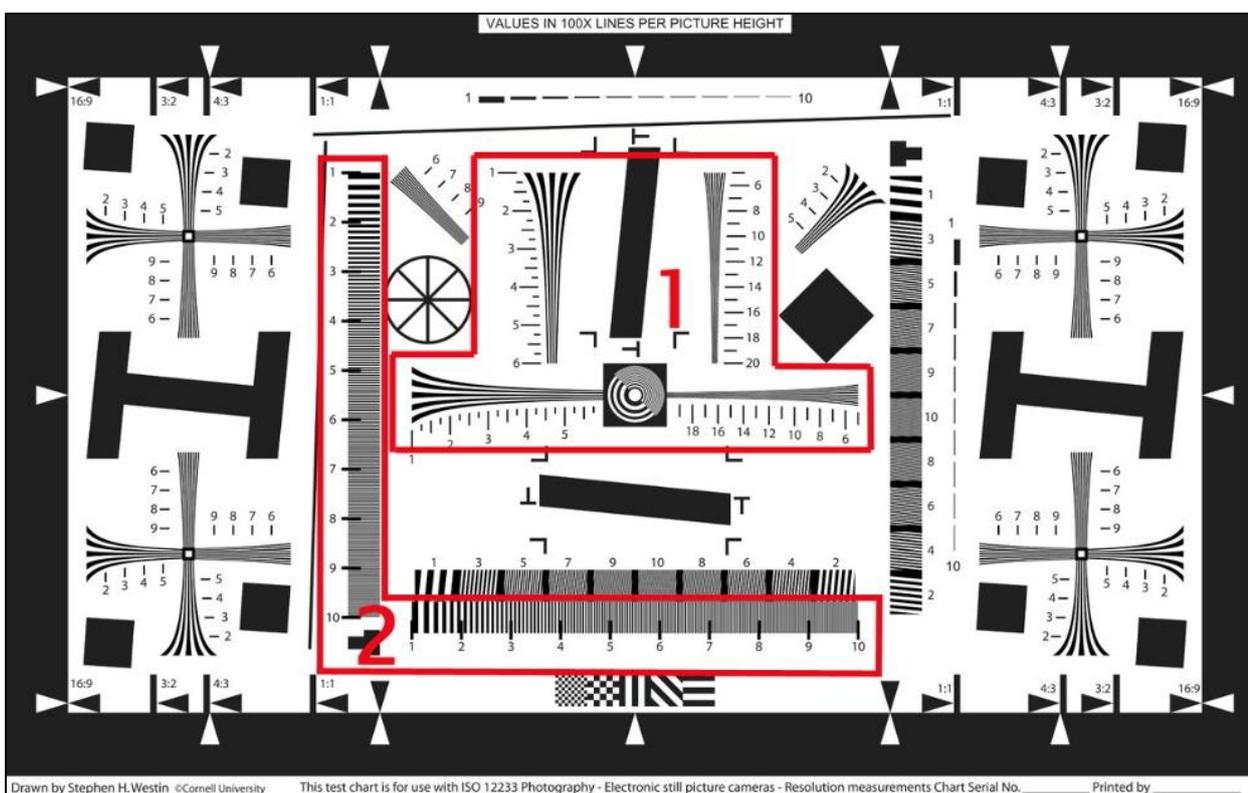

Abbildung 1 Testchart nach ISO 12233
- Die Auflösung für das Testbild nach ISO 12233 soll sowohl in horizontaler wie auch vertikaler Richtung als Ortsfrequenz  $R$  in Lp/mm bestimmt werden. Ermitteln Sie dazu in dem Bereich 1 (siehe Abbildung 1) die Grenze, ab der die einzelnen Linien in den „Trompeten“ nicht mehr unterschieden werden können. Geben Sie die Grenzen  $R_{hor\_grenz}$  und  $R_{vert\_grenz}$  an, und zwar den objektseitigen ( $R$ ) und bildseitigen ( $R'$ ) Wert!
- Messen Sie die Kurve für die horizontale Modulationsübertragung. Ermitteln Sie hierzu aus dem Bild der Strukturen im Bereich 2 (Abbildung 1) die bildseitige Modulation (Kontrast) der Liniengitterstrukturen, die verschiedene Ortsfrequenzen haben.